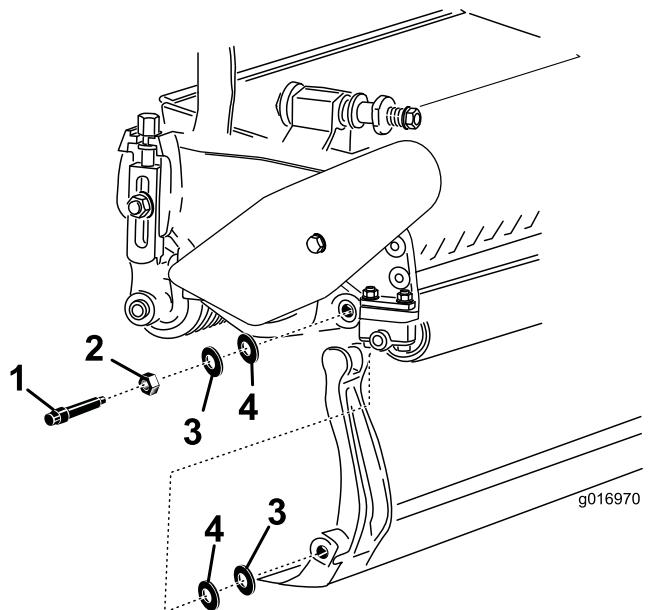

Figura 21
Guarde as duas anilhas de nylon e as duas anilha de aço prensado de cada uma das extremidades da barra de apoio (Figura 21).
- Coloque uma arruela de nylon de cada lado da placa lateral. Coloque uma arruela de aço no exterior de cada uma das arruelas de nylon (Figura 21).